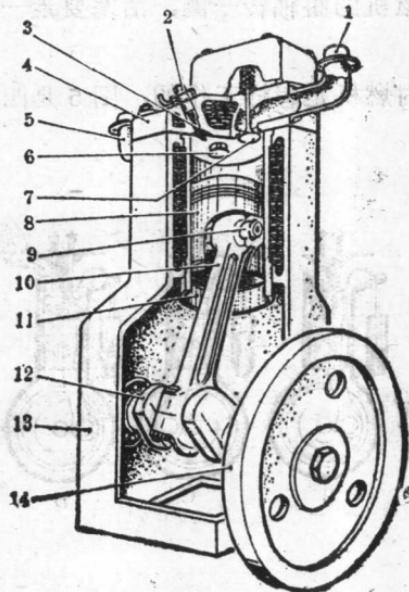

图4 内燃机结构示意图
3. 活塞式内燃机是怎样工作的：活塞式内燃机是由汽缸、汽缸盖、活塞、连杆、曲轴和飞轮等零部件，以及配气机构、燃油供给系统、冷却系统等组成的。图4是内燃机的构造示意图。